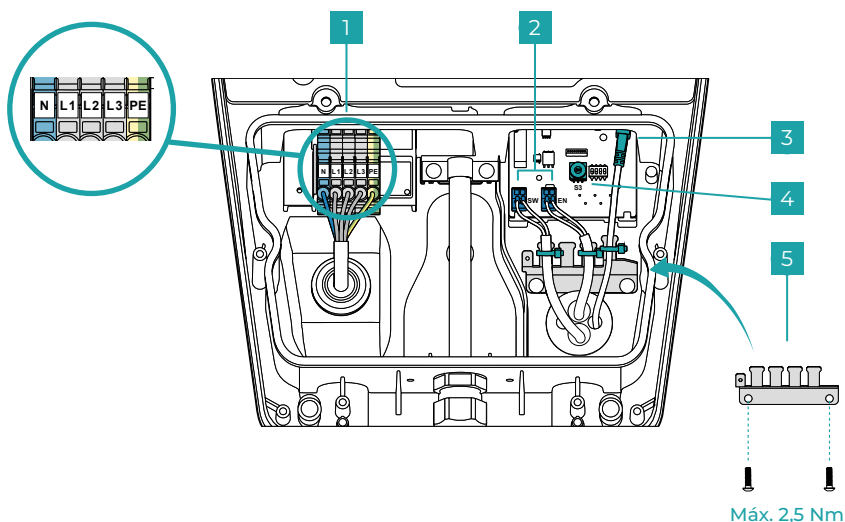
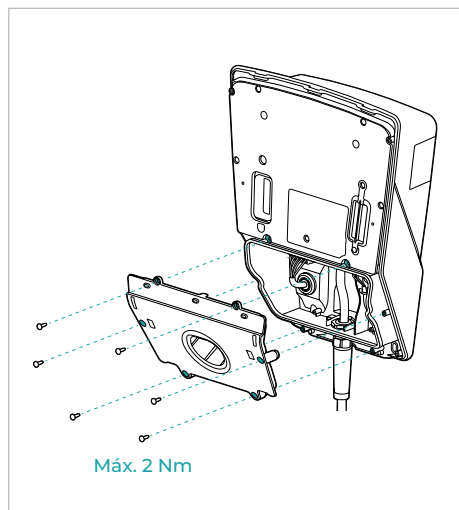

Fig. 6
Fig. 7
De forma opcional se puede conectar un dispositivo de bloqueo externo (p. ej., un interruptor de llave) en la interfaz interna (**fig. 6 - n.º 2 - interfaz EN**).
- Preparar el cable de conexión a la red de forma adecuada ($\varnothing$ 10-20 mm // máx. 5*6 mm²) y conectarlo como se indica en la **fig. 6 - n.º 1**. La figura muestra la conexión en tres fases. Para conectar el sistema de carga a la red en una fase, utilizar N, L1 y PE.
- Configurar la corriente de carga máxima de 6 A a 16 A mediante el interruptor giratorio S3 como se indica en la **fig. 6 - n.º 4**.
- Opcional: preparar los cables de datos (entrada digital [EN]/salida digital [SW] y LAN) y conectarlos como se indica en la **fig. 6 - n.ºs 2 y 3**. Para conectar un dispositivo de bloqueo externo a través de una entrada digital, retirar previamente el puente de cables.
Colocar la mordaza de fijación como se indica en la **fig. 6 - n.º 5** y fijar los cables de datos con bridas. Montar la tapa inferior del sistema de carga como se indica en la **fig. 7**.